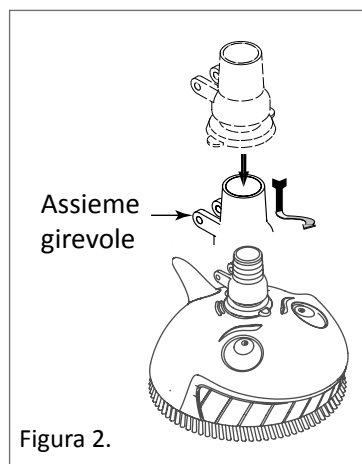

Figura 2.
- B. Inserire l'assieme girevole nel corpo del pulitore e ruotarlo di 1/4 di giro in senso orario per bloccarlo. Vedere figura 2.